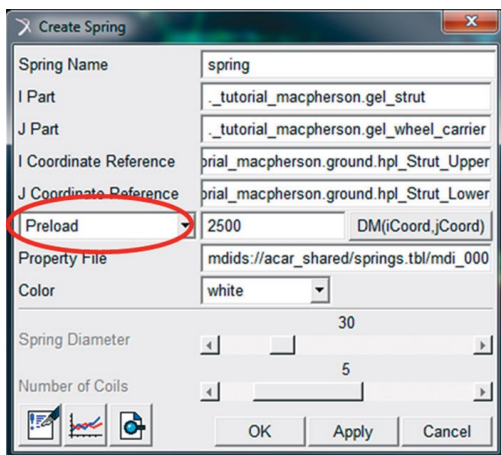

Figura 4.66 – Definição da mola da suspensão.
- Preencha os campos da janela *Create Spring* conforme mostrado na Figura 4.66. Note que a mola é definida entre os corpos rígidos *strut* e *wheel_carrier*. Atente para o preenchimento do valor de pré-carga (*Preload*) a ser definido para a mola, como destacado na Figura 4.66. A curva característica da mola pode ser editada manualmente pelo usuário e salva em arquivo externo ou o usuário poderá utilizar informações da própria biblioteca do software (campo *Property File*), como é o caso deste modelo.